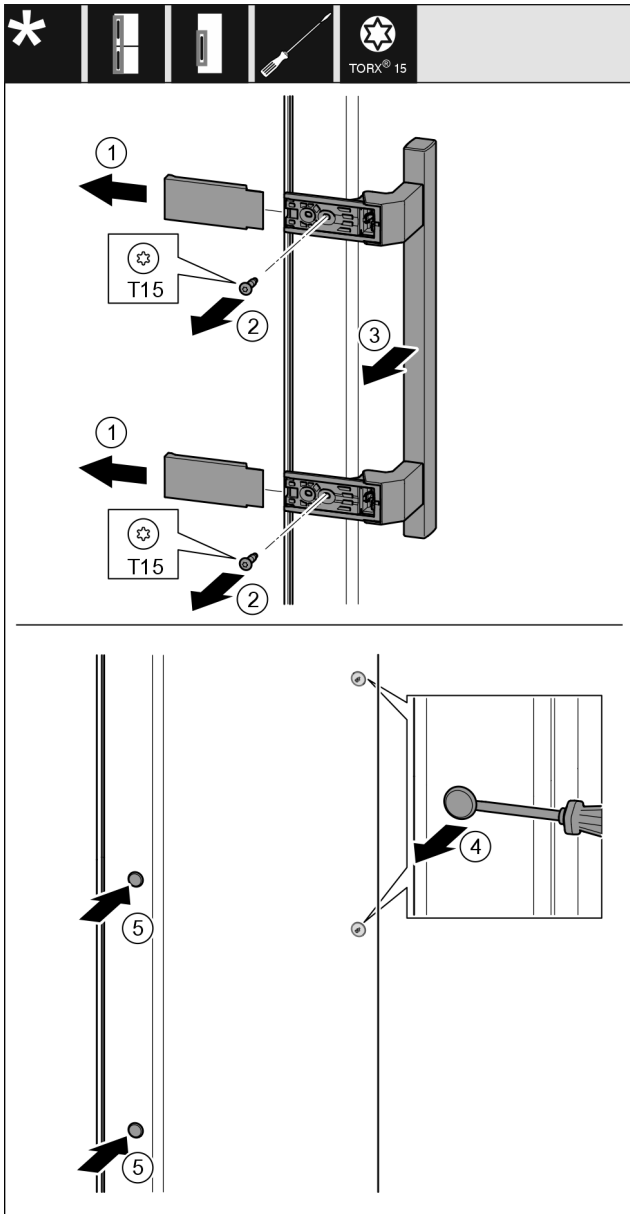

Fig. 8
- ▶ Trek de afdekking eraf. Fig. 8 (1)
- ▶ Draai de schroeven los met een Torx 15-schroevendraaier. Fig. 8 (2)
- ▶ Verwijder de handgreep. Fig. 8 (3)
- ▶ Til de zijplug voorzichtig op met een platte schroevendraaier en trek hem eruit. Fig. 8 (4)
- ▶ Plaats de stekker terug aan de andere kant. Fig. 8 (5)